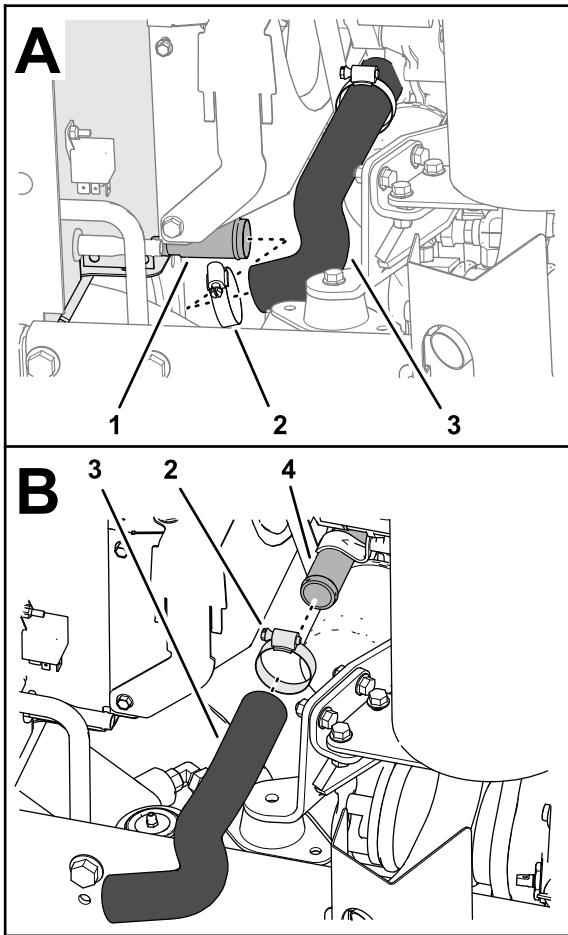

Рисунок 15
1. Снимите шланговый хомут, который крепит нижний шланг радиатора к выпускному патрубку радиатора, и отсоедините шланг от радиатора (Рисунок 15).
2. Снимите шланговый хомут, который крепит нижний шланг радиатора к впускному патрубку двигателя, и отсоедините шланг от двигателя (Рисунок 15).